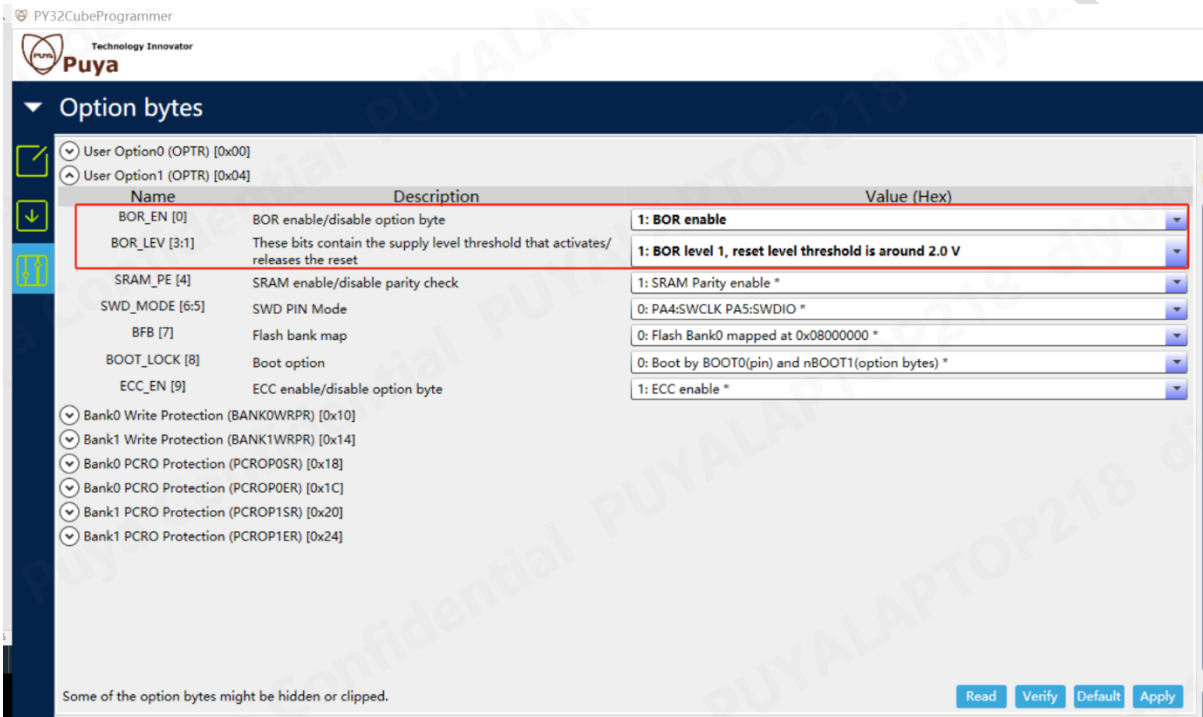

图 9-1
- 配置 User Option1 中的 BOR 相关选项时, 如果选择使能 BOR_EN, 则需将 BOR_LEV 配置为 BOR level1 及以上的选项。如图 9-1 所示, 使用 PY32CubeProgrammer 时配置 BOR 相关选项。